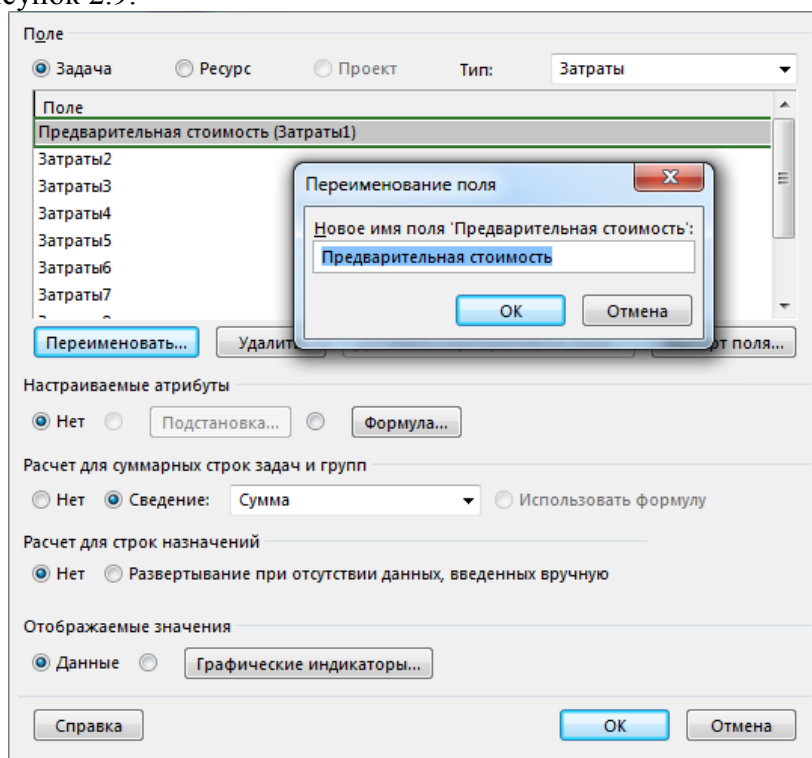

Рисунок 2.9 – Переименование настраиваемого поля
2. Или щелкнуть правой кнопкой мыши на названии колонки, выбрать в меню «Настраиваемые поля», выделить нужное вам поле, нажать «Переименовать» и ввести новое имя для поля, Рисунок 2.9.
Для того, чтобы значения затрат в настраиваемом поле просуммировались, необходимо в окне «Настраиваемые поля», в области «Расчет для суммарных задач и групп» выбрать «Сведение – Сумма», Рисунок 2.9.